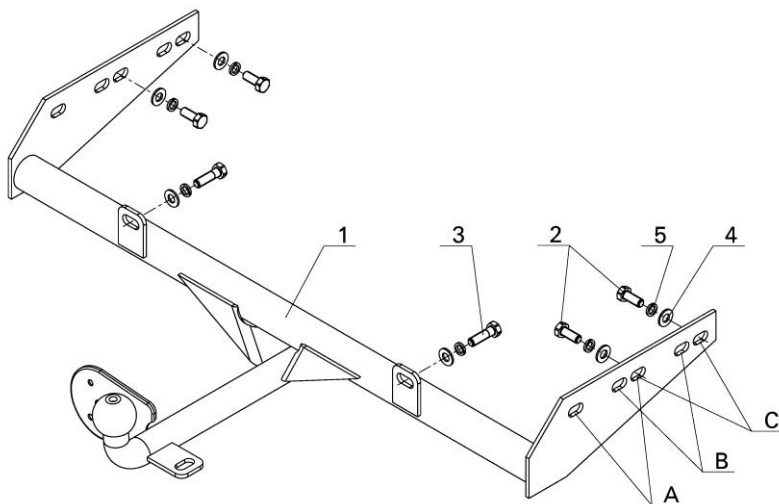

Рис.1.
- Установить ТСУ (рис.1) на автомобиль, используя крепежные элементы (поз.2,3,4,5);